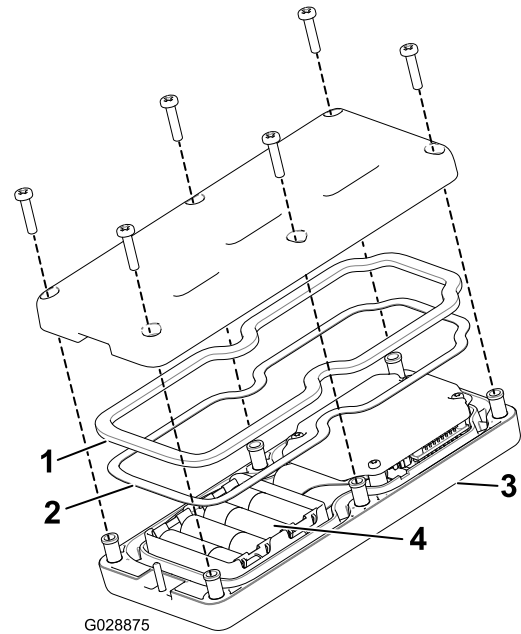

Figura 46
3. Retire os seis parafusos da parte posterior do comando remoto e retire a tampa (Figura 46).
5. Ligue cada bateria nova no encaixe terminal observando a devida polaridade. (Se as pilhas forem incorretamente instaladas, a unidade não será danificada, mas não funciona.) O encaixe tem gravadas marcas de polaridade em cada terminal (Figura 46).
6. Se remover acidentalmente o vedante de borracha e junta de aço, volte a colocá-los, cuidadosamente, no canal no comando remoto (Figura 46).
7. Prenda a tampa com os seis parafusos previamente removidos (Figura 46) e aperte-os com uma força de 1,5 a 1,7 Nm.